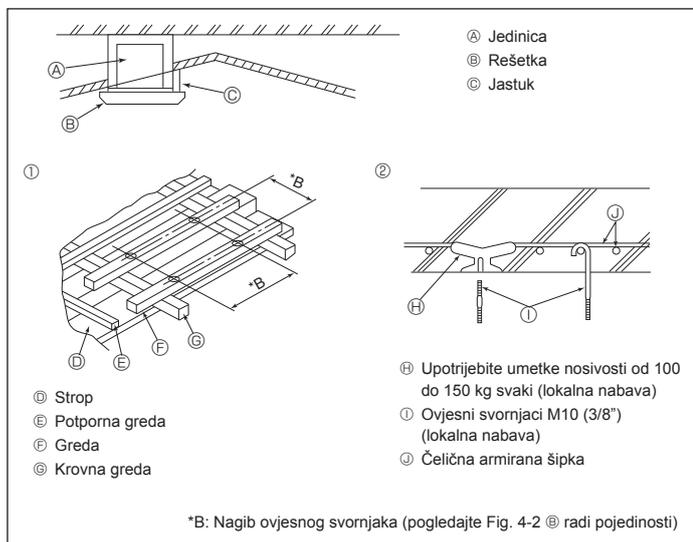

Fig. 4-4
4.4. Ovjerna konstrukcija (Dajte mjesto jake ovjesne konstrukcije) (Fig. 4-4)